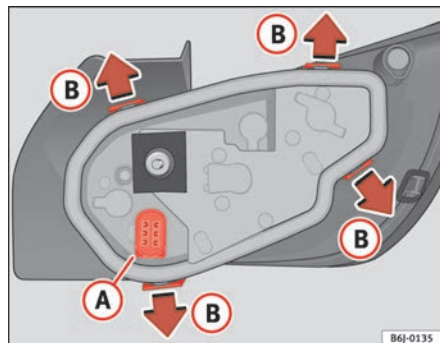

Abb. 157 Glühlampenersatz Rückleuchten
- Nehmen Sie den Stecker aus der Aufnahme **(A)** ab ⇒ Abb. 157.
- Nehmen Sie die Lampenfassung aus dem Gehäuse heraus. Drücken Sie dazu die Laschen **(B)** in Richtung der Pfeile ⇒ Abb. 157.